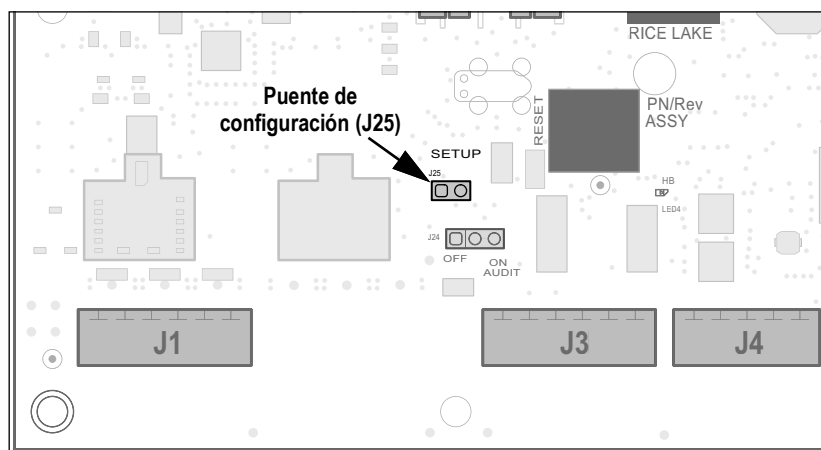

Figura 4-1. Ubicación del puente de configuración en la placa CPU
1. Acceda al modo de configuración a través del puente de configuración (Figura 4-1 en la página 29). Se muestra **CONF.**